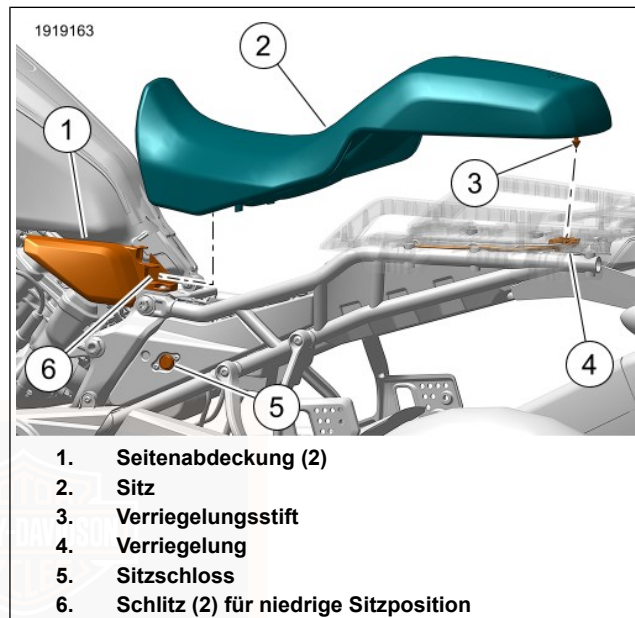

Abbildung 86. Sitz, einteilig
1. Siehe Abbildung 86. Den Schlüssel in das Sitzschloss (5) stecken.
- Den Schlüssel drehen, um den Verriegelungsstift (3) aus der Verriegelung (4) zu lösen.
Siehe Abbildung 86. Der einteilige Sitz kann nur in den Schlitten (6) für die niedrige Sitzposition eingebaut werden.
- Siehe Abbildung 86. Die Laschen an der Vorderseite des Sitzes (2) in die Schlitten (6) für die niedrige Sitzposition in den Seitenabdeckungen (1) einführen.
- Die Rückseite des Sitzes nach unten drücken, bis der Verriegelungsstift (3) in die Verriegelung (4) einrastet.